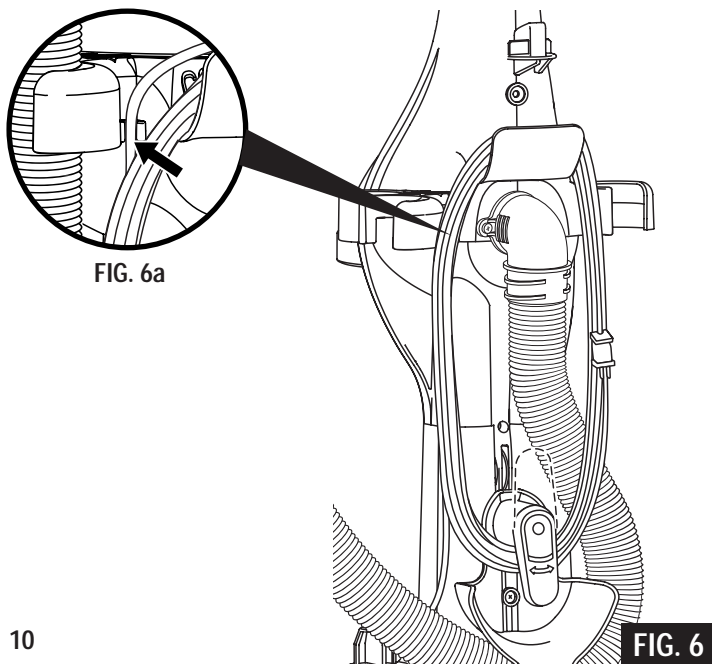

FIG. 6
Step 6: (FIG. 6) Pull the electrical cord up to the cord retainer and firmly push into the retainer (FIG. 6a). This will keep the cord out of the way for next use. Wrap the cord around the carrying handle on the tool caddy and then wrap around the cord release hook. Secure the plug to the power cord with the notch in the plug to prevent unwinding.
Étape 6. (FIG. 6) Tirez le cordon électrique jusqu'à la retenue de cordon et poussez-le dans ce dispositif de retenue. (FIG. 6a) Ceci permet de loger le cordon afin qu'il ne gêne pas lors de la prochaine utilisation de l'appareil. Enroulez le cordon autour de la poignée de transport sur le porte-accessoires, puis enroule-le autour de la manivelle. Fixez la fiche au cordon électrique à l'aide de l'entaille sur la fiche pour empêcher qu'il ne se déroule.
Paso 6. (FIG. 6) Tire del cordón eléctrico hasta el retenedor del cordón y oprima firmemente hacia adentro del retenedor (FIG. 6a). Esto mantendrá el cordón fuera del paso para el próximo uso. Enrole el cordón alrededor de la manija de transporte en el portaaccesorios y luego enróllelo alrededor del gancho de liberación. Fije el enchufe al cordón usando la muesca del enchufe para evitar que se desenrolle.